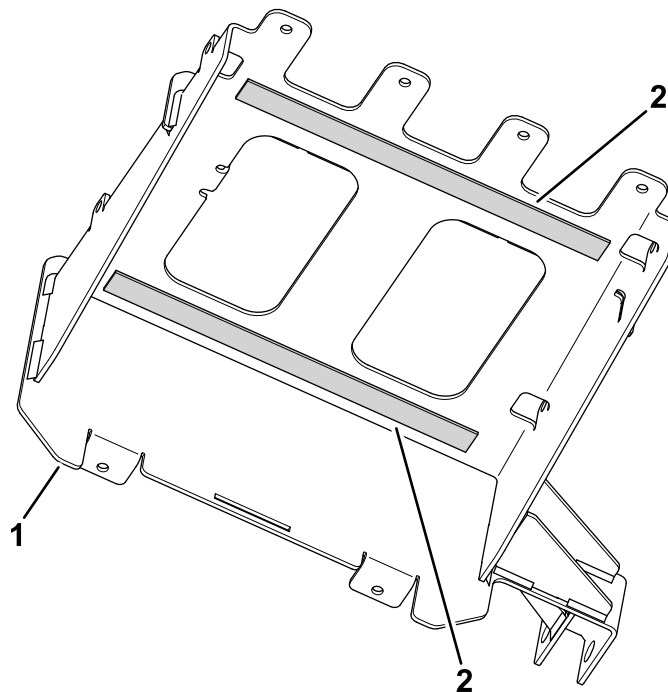

Figur 18
2. Montera de två batterierna på den nedre bottenplattan enligt Figur 18.